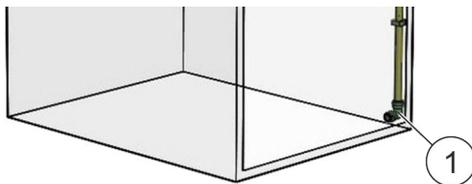

Abb. 30: Winkel und Stopfen
3. ▶ Am Ende des Ansaugrohrs im unteren Bereich des Schranks einen Winkel montieren und den Winkel mit einem Stopfen (Abb. 30/1) verschließen.